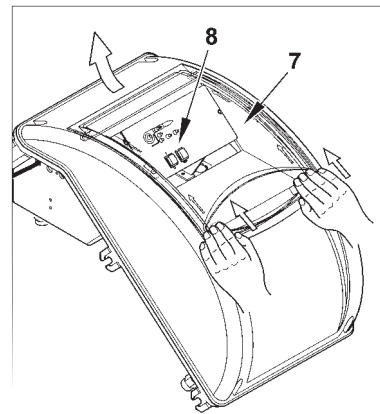

Рисунок 4
- 4) Для закрытия крышки электрического щита, закрутите 4 винта (1), используя момент затягивания, равный приблизительно 5 Нм, для обеспечения правильного уплотнения. Теперь можно получить доступ к панели управления (8). Отцепите прозрачное окошко (7), слегка надавливая руками в направлении стрелок на рис. 4. Переместите окошко вперёд на некоторый отрезок, после чего отделите его от крышки.
- 5) Для правильного расположения прозрачного окошка на щите поступайте в соответствии с рисунком 5: поместите крюки в соответствующие гнёзда (9), продвиньте окошко в направлении, указанном стрелкой, пока не услышите лёгкий щелчок. Теперь обеспечено должное уплотнение.